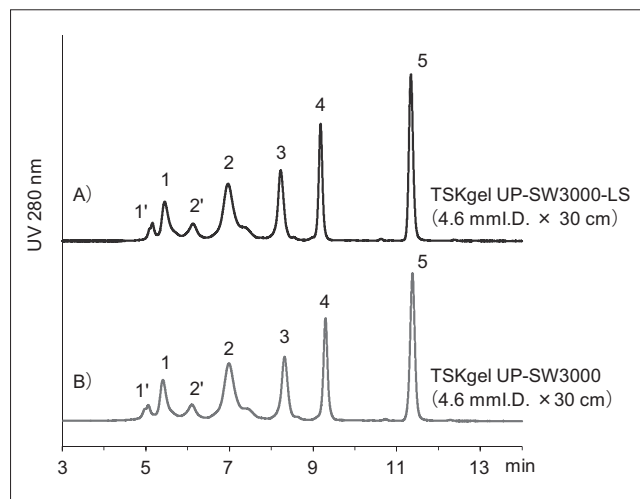
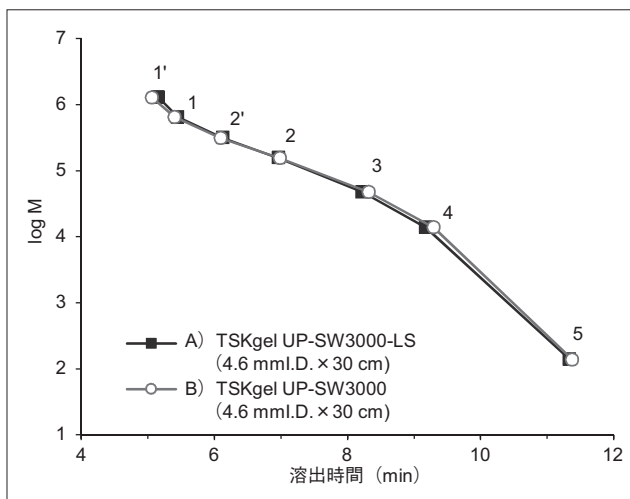

図 1 標準たんぱく質のクロマトグラム
図 2 標準たんぱく質の較正曲線
TSKgel UP-SW3000-LS 及び TSKgel UP-SW3000 について、標準たんぱく質を測定したクロマトグラムの比較を図 1 に、標準たんぱく質による較正曲線の比較を図 2 に示します。TSKgel UP-SW3000-LS は既存の TSKgel UP-SW3000 と同様の分離選択性を有しており、
また、図 1 における各ピークの見分け度 (R) を表 2 に、カラムの理論段数を表 3 に示します。TSKgel UP-SW3000-LS は、既存の TSKgel UP-SW3000 と比べてたんぱく質の見分け度が同等であり、理論段数が同等以上であることがわかります。